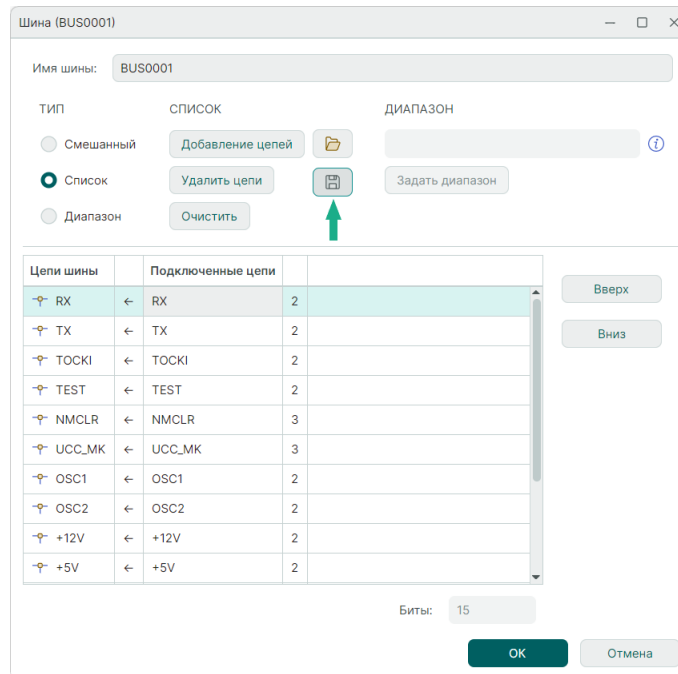

Рис. 180 Экспорт списка цепей шины
4) В поле «Список» нажмите на символ , см. Рис. 180. Список цепей шины будет сохранен в текстовый файл полностью.